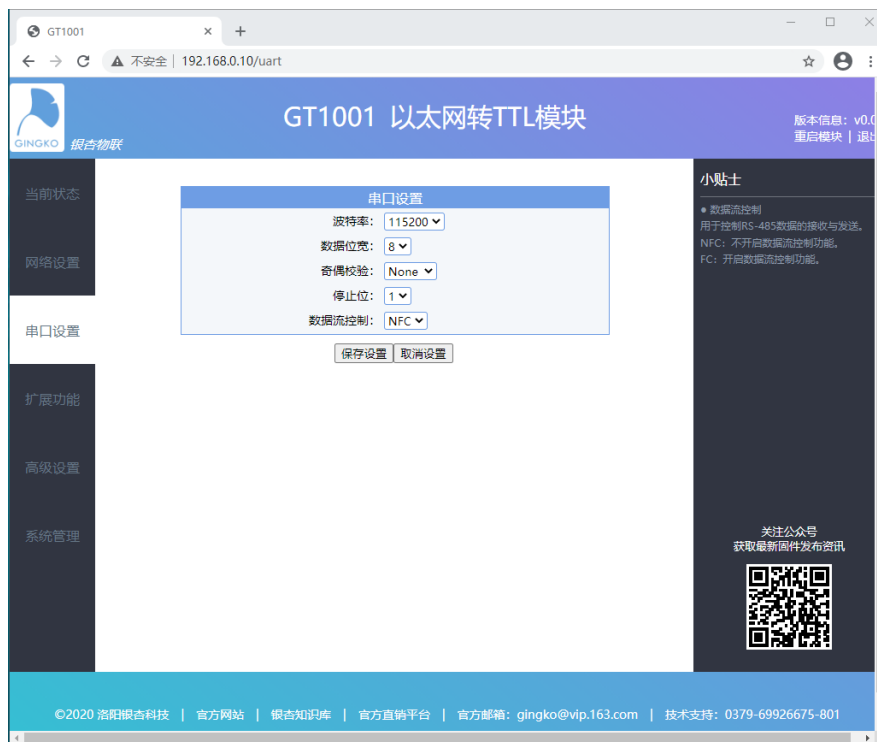

图 7-4 串口参数设置
(4) 在“串口设置”项中可设置串口相关参数，如图 7-4 所示，设置后点击保存设置